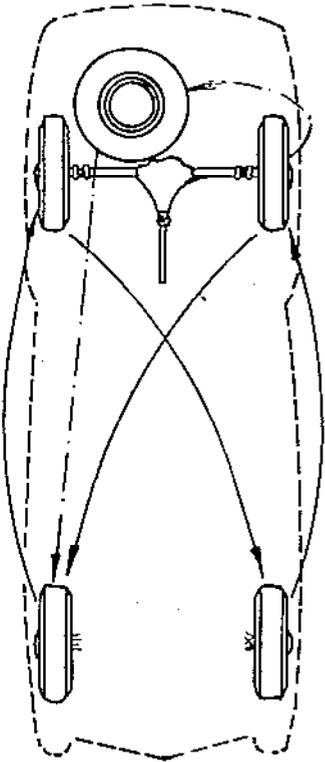

Abbildung 45
- Alle 3000 km Reifen nach Abbildung 45 auswechseln. Das Reserverad ist dann mit zu wechseln, wenn sein Verschleiß mit dem der Laufräder auf einem Nenner ist.